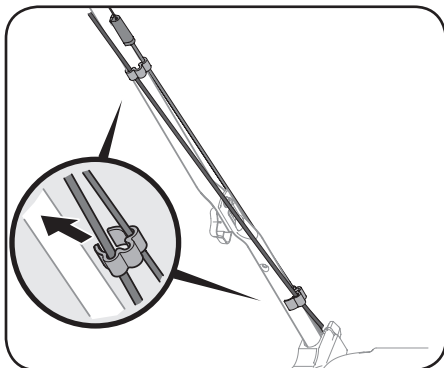

Figure 2-7
**NOTE :** Sur certains modèles, il est nécessaire de fixer la commande de la lame et les câbles d'entraînement à la poignée inférieure avec les attaches de câble fournies. Voir Figure 2-7.